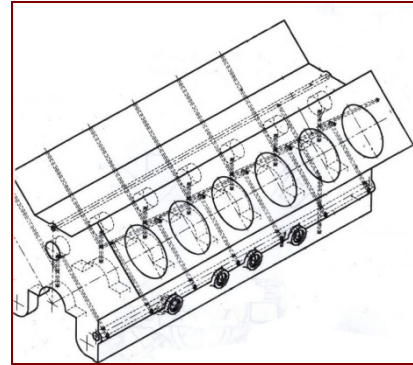

Рис. 3.1 – Промывка каналов
2. Промыть и очистить поверхности блока цилиндров от загрязнений моющим раствором (МС-37, МС-15, ТЕМП-100, Люксол и другие МС с концентрацией 15-20 г/л воды при температуре 70-80 °С), продуть сжатым воздухом, высушить. Тщательно прочистить все каналы блока цилиндров (рис. 3.1) с помощью ершей, смоченных дизельным топливом или моющим раствором. Продуть сжатым воздухом.